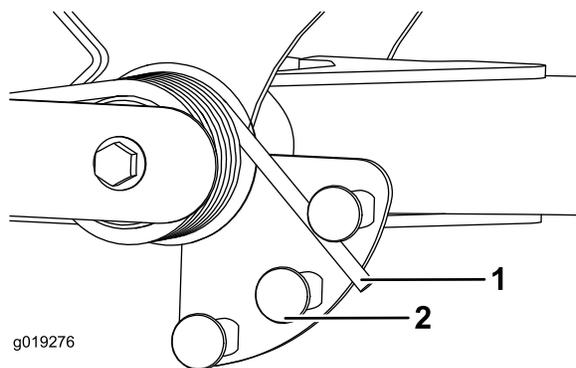

Рисунок 31
2. Вставьте трубу или аналогичный предмет в длинный конец пружины и поверните его вокруг пружинного привода в нужное положение (Рисунок 31).